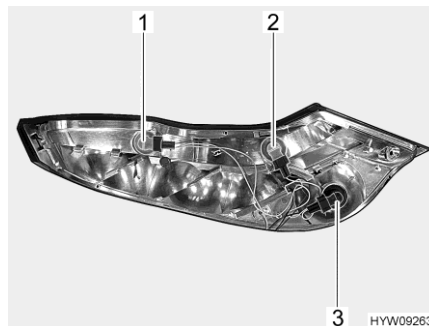

Bild 122 Bakljusenhet (demonterad)
- Vrid den defekta glödlampan (Bild 122) moturs för att låsa upp bajonettsockeln.